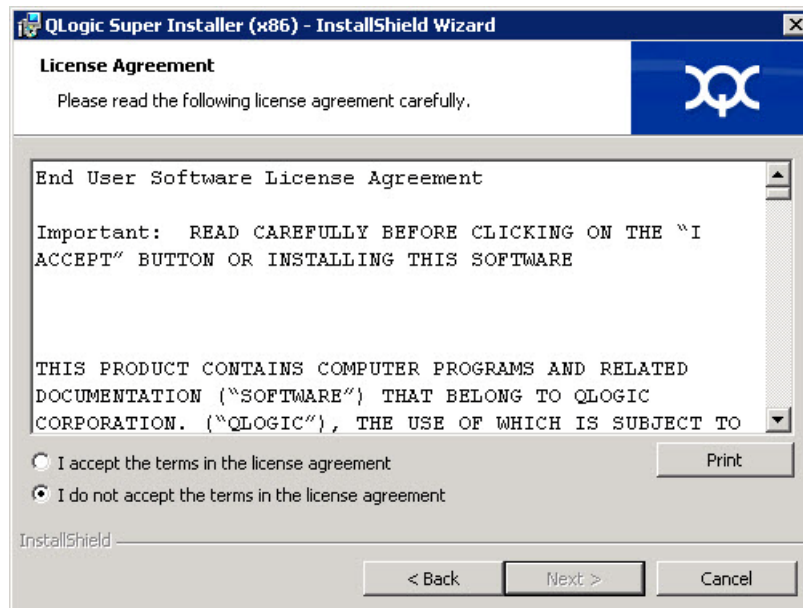

Ilustración 2-3. Asistente QLogic InstallShield: Ventana License Agreement (Contrato de licencia)
4. En la ventana License Agreement (Contrato de licencia) del asistente (Ilustración 2-3 en la página 7):